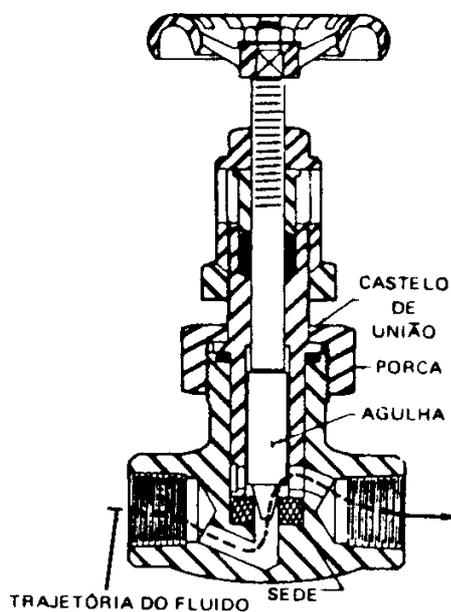

Fig. 26 - Válvula de agulha
3. *Válvulas de agulha* (needle valves) - O tampão nessas válvulas é substituído por uma peça cônica, a agulha, permitindo um controle de precisão do fluxo (Fig. 26). São válvulas usadas para regulação fina de líquidos e gases, em diâmetros até 2".